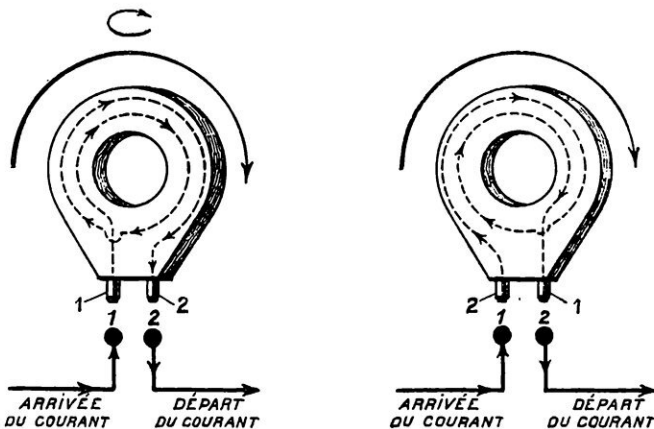

FIG. 16. — LES SELFS A DEUX BROCHES JUMELÉES PEUVENT ÊTRE DÉPLACÉES DE 180° SANS QUE LE SENS DU COURANT, DANS LEURS ENROULEMENTS, SOIT INVERSÉ
b) Pour renforcer les oscillations dans le circuit oscillant, le courant doit parcourir la self de réaction dans un sens déterminé. La self de réaction, par conséquent, doit pouvoir se monter sans erreur et, par suite, être munie de broches appropriées. Seules les selfs à broches doubles remplissent cette condition. La figure 16 reproduit une semblable self. Le courant arrive par la broche 1 et sort par la broche 2, en suivant le sens de la flèche. Si même nous retournons la self, le courant la parcourra encore dans le même sens, car nous aurons retourné les broches en même temps que la self.